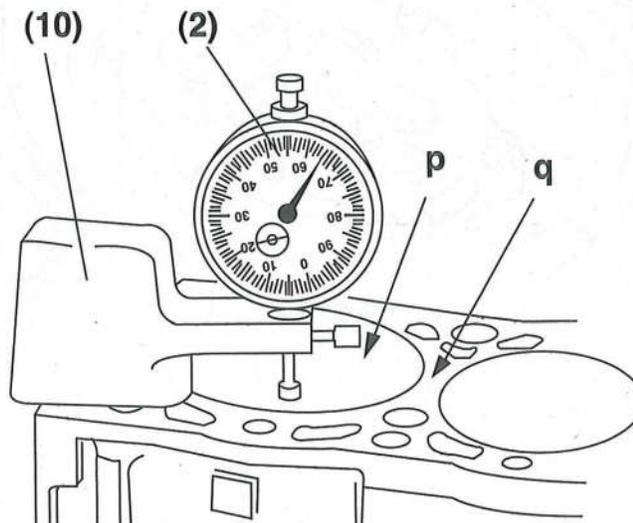

Imagen 10
- Coloque un indicador de carátula [A], de tal manera que éste pueda medir el desplazamiento del pistón No. 1 (Imagen 10)